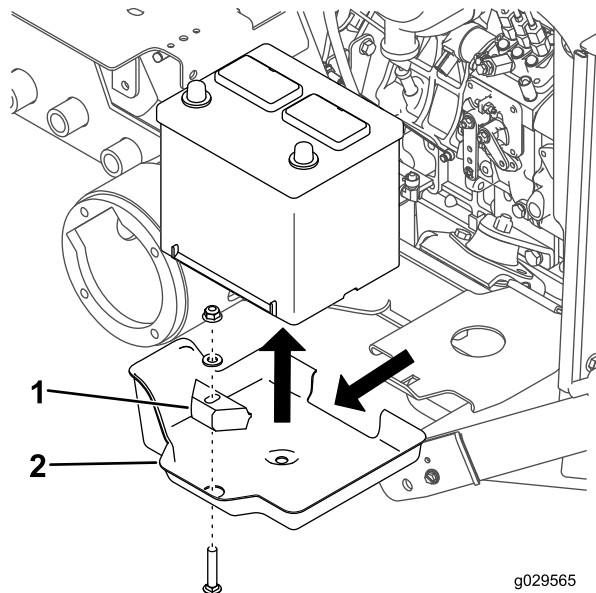

Рисунок 8
3. Отверните каретный болт, снимите шайбу, прижим аккумуляторной батареи и гайку крепления аккумуляторной батареи (Рисунок 8).
4. Извлеките аккумуляторную батарею из поддона (Рисунок 8).
5. Снимите поддон аккумуляторной батареи с платформы аккумуляторной батареи (Рисунок 8).